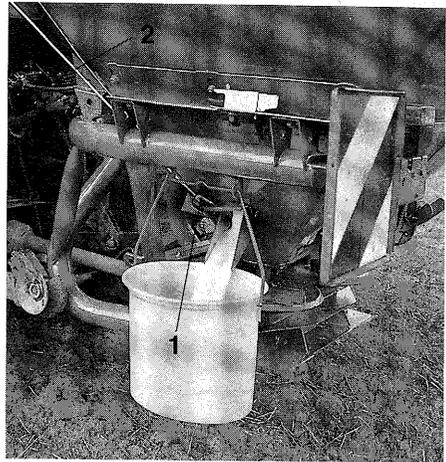

Fig. 7.7
- Seitenschieber (Fig. 7.7/1) von Auslaufrutsche ca. 5 sec. mittels Seil (Fig. 7.7/2) vollständig öffnen (um gleichmäßigen Düngerausfluß zu gewährleisten). Hiernach aufgefangene Düngermenge in Vorratsbehälter von Wurfstreuer zurückschütten.